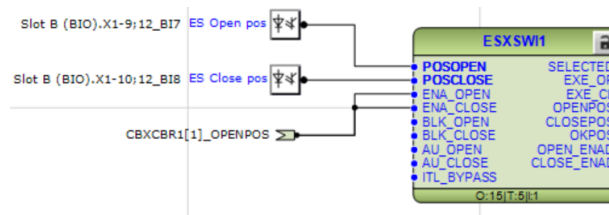

Imagen 101_Conexión de la entrada ENA_OPEN y ENA_CLOSE.
2.2.26 La variable que sale se interconecta ahora con la salida “ENA_CLOSE” teniendo así el bloque que se aprecia en la **Imagen 101**: